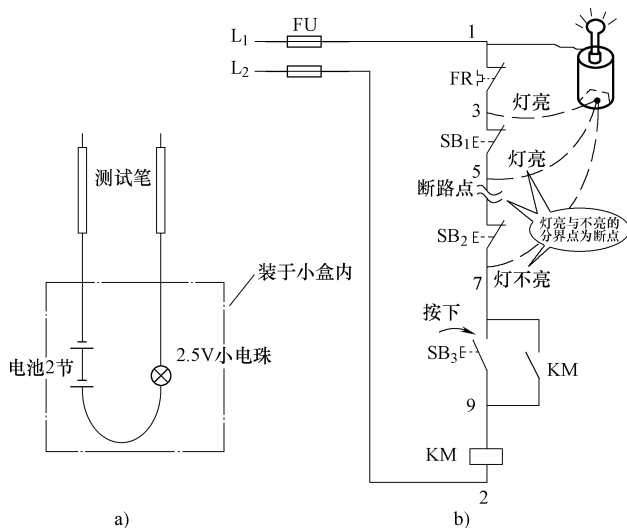

图 6-22 用电池灯检查断路故障
**【检查方法】** 把电池灯的一端夹在接点 1 的位置上，按下按钮  $SB_2$  不放，然后用另一端依 3、5、7、9 的次序逐点测试，当测至某按钮或触点时，电池灯不亮，则表明电池灯两测试点所跨接的触点断路或接触不良。如图 6-22 中测至 5 点灯亮，而测至 7 点灯不亮，则 5—7 段存在断路故障。